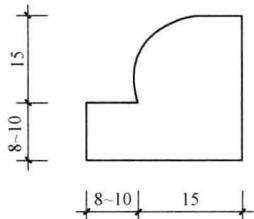
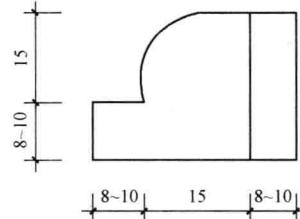

图1-3 鹰嘴杆断面(一)(单位:mm)
图1-4 鹰嘴杆断面(二)(单位:mm)
1)用小方木制作鹰嘴杆，并在接触滴水一面贴上透明胶带纸，以使做成的滴水底面光滑。鹰嘴杆的长度比实际窗台宽度长150mm即可。一般每层每种窗台两根即可满足施工周转使用。鹰嘴杆断面尺寸如图1-3、图1-4所示。施工中采用图1-3所示鹰嘴杆，在外墙罩面以后再做窗台、滴水；采用图1-4所示鹰嘴杆，在外墙罩面时可做窗台，或在外墙抹灰打底后做窗台、滴水，再罩外墙面，故留下外墙罩面厚度8~10mm。